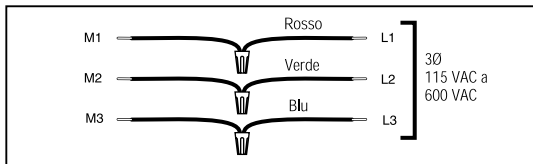

Figura 3
2. Collegare il cavo di alimentazione L1 identificato in precedenza al cavo M1 del motore. Ripetere le connessioni per L2 a M2 ed L3 a M3. Vedere la Figura 3.